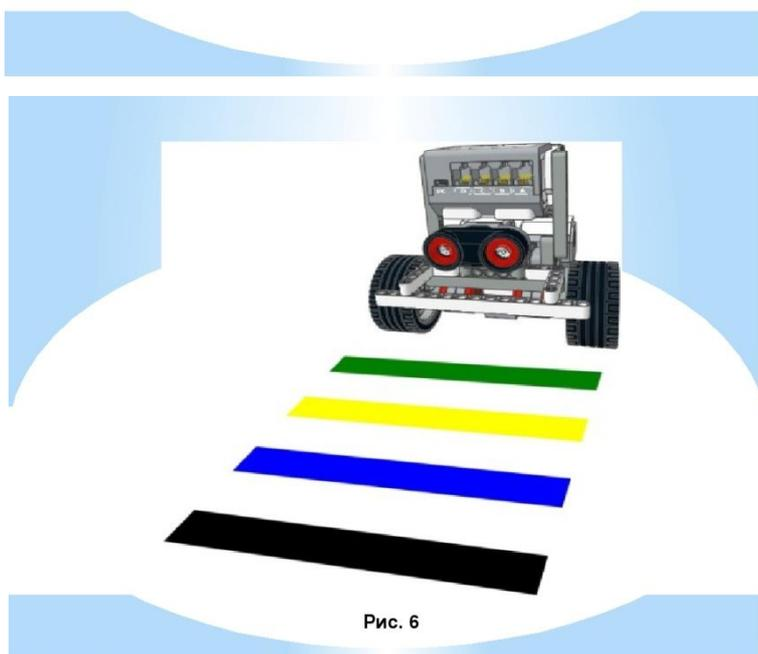

Рис. 6
- *Последнюю полосу сделаем черного цвета (Рис. 6).